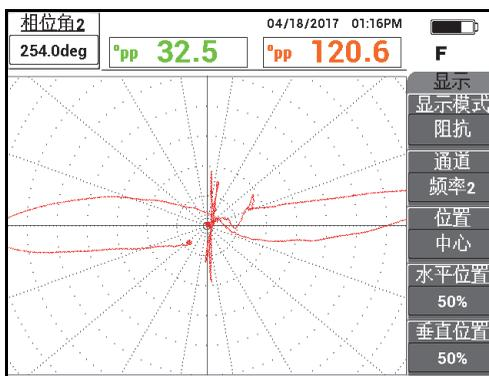

图 5-200 频率 2 的相位角调整
- 按相位角键 (  ), 然后转动信号, 直到仪器屏幕上的穿壁孔信号变成垂直方向 (参见第 251 页的图 5-200)。